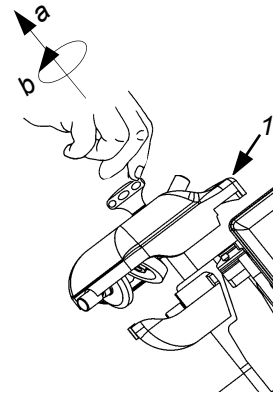

Abb. 42
- die Kappe der Schleifvorrichtung (1) hochziehen (a) und um 180° drehen (b Abb. 42);